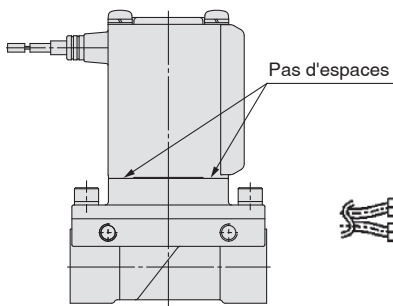

Fig. 1
- 3) Enfoncez le bloc bobine jusqu'au corps et serrez les vis de deux tours ou plus en diagonale (Fig. 2) lorsqu'il n'y a plus aucun espace entre le bloc bobine et le corps (Fig. 1).
- * Après avoir serré les vis, vérifiez qu'il n'y a pas d'espaces entre la bobine et le corps (Fig. 1).